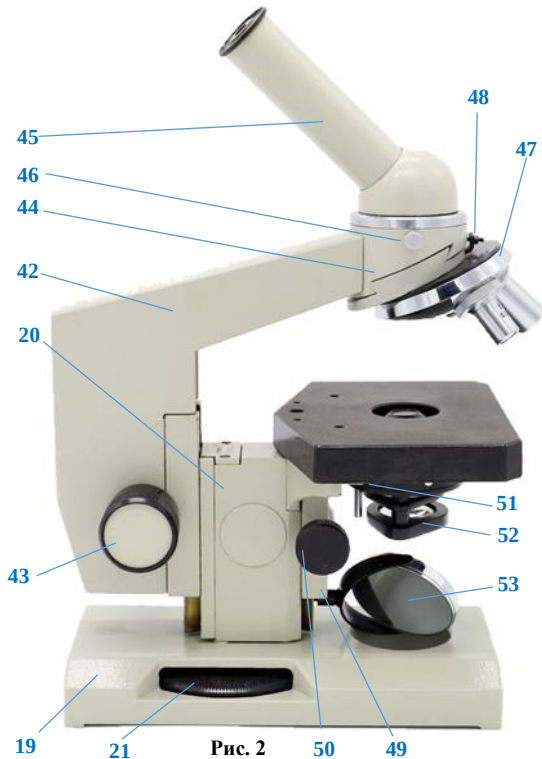

Рис. 2
Микроскоп «Биолам С-11» показан на рис. 2, микроскопы, выполненные в других вариантах, показаны на рис. 3.
Основание 19 (см. рис. 2) микроскопа прямоугольной формы имеет снизу 4 опорные площадки, что обеспечивает устойчивое положение микроскопа на поверхности рабочего стола.
¹ В микроскопах «Биолам» ранних выпусков (до 1981 года) механизм микрометрической фокусировки выполнен в виде 2-х рукояток барабанного вида со шкалой на 50 делений от «0» до «9», расположенных слева и справа на корпусе коробки 20 (см. рис. 2), один полный оборот барабана соответствует перемещению тубуса на 0,1 мм.
Тубусодержатель 42 (см. рис. 2) в нижней части несёт направляющую и трибку с двумя рукоятками 43 для грубой фокусировки микроскопа. Поворотом рукояток навстречу друг другу можно регулировать ход механизма грубой фокусировки от лёгкого до тугого.
Под конденсором устанавливается зеркало в оправе 53 (см. рис. 2 и 5), которое имеет две отражающие поверхности: плоскую и вогнутую.
- поднимите конденсор до упора вращением рукоятки 50 (см. рис. 2) и закройте до предела ирисовую диафрагму осветителя, которая, является **полевой** диафрагмой микроскопа;